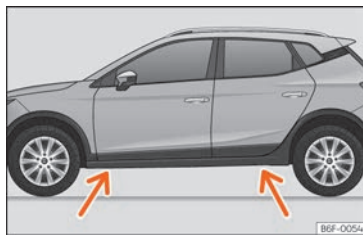

Fig. 199 Punts de suport del gat.
- Cerqueu al llarguer la marca del punt de recolzament del gat (zona enfonsada) més proper a la roda a canviar >>> fig. 199.